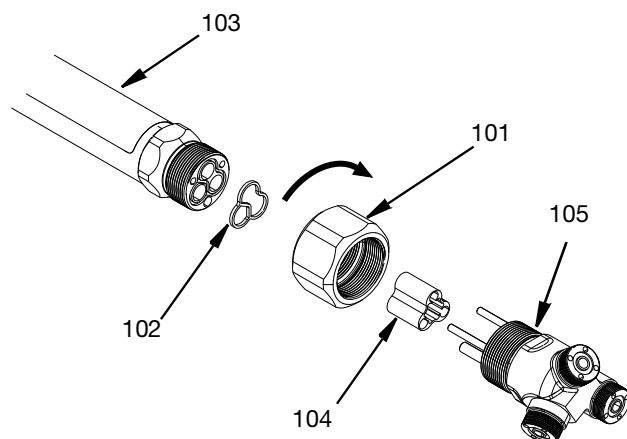
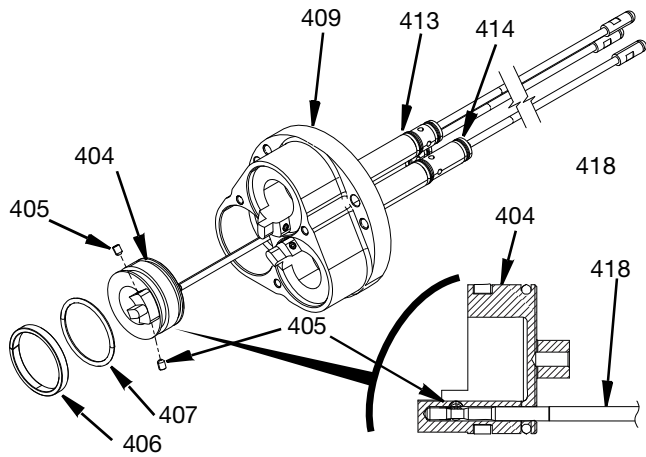

FIG. 29
FIG. 32
4. Insérez les goupilles du goujon de l'ensemble de l'adaptateur à 3 têtes (105) dans l'ensemble du tube long (103). Tournez l'écrou du tendeur dans le sens horaire comme montré, face au boîtier pivotant de sorte que les filetages de l'ensemble du tube long (103) et de l'ensemble de l'adaptateur à 3 têtes (105) s'engagent en même temps. Serrez l'écrou au couple de 101,69 N•m. Voir FIG. 29.
6. Appliquez une fine couche de graisse au lithium sur les pointeaux d'arrêt à bille (418) et insérez-les dans les guides de joint de roulement court et long (413 et 414).
7. Installer les joints toriques (407) et les bagues de guidage (406) sur les pistons (404).
8. Placez les pistons (404) sur les pointeaux d'arrêt à bille (418) FIG. 29 et les alésages du boîtier du cylindre pneumatique (409) jusqu'à ce que les pistons soient en butée dans les alésages du boîtier du piston pneumatique. Voir FIG. 32.